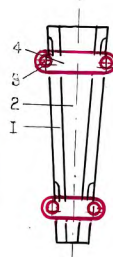

Рис. 1.
**М**еняющимся по толщине кузнечный топор сделан для того, чтобы после ударов его было легче вытаскивать из обрабатываемого материала. Поперечное сечение такого топора (рис. 1) меняется в зависимости от положения пластин (1) по отношению к сердцевине его — клину (2), соединенному с державкой (на рисунке не показана). В боковых пластинах выфрезерованы пазы, вдоль которых могут передвигаться штыри (3), запрессованные в проушины накладок (4). При ударе по обуху (например, бойком пресса) топор входит в деформируемый материал как цельный инструмент. Но, когда державка потянет клин вверх, штыри заскользят по пазам, и между боковыми пластинами, защемленными в металле, и клином появится зазор. При дальнейшем подъеме штыри упрутся в бортики, прижмут боковые пластины к сердцевине и освободят их.